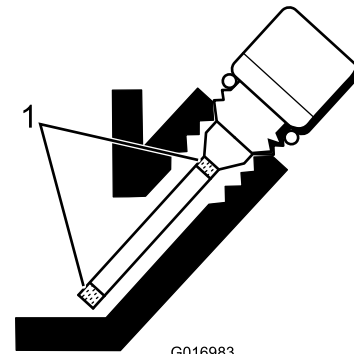

Figura 23
5. Se o nível estiver baixo, adicione apenas o óleo suficiente para aumentar o nível até se encontrar entre as marcas no medidor (Figura 23). **Não encha demasiado.**